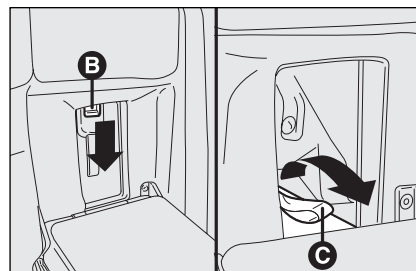

fig. 117
- ☐ appuyer sur la poignée **B**-fig. 117 et baisser le volet. Pour fermer le volet, tirer la languette **C**.